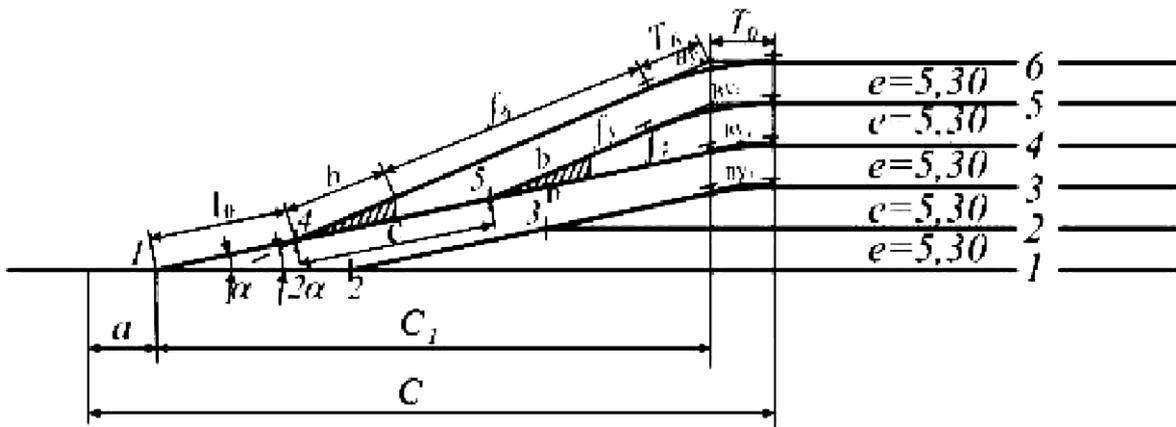

Рисунок 5. Комбинированная стрелочная улица
5. Комбинированные стрелочные улицы (рис. 5).